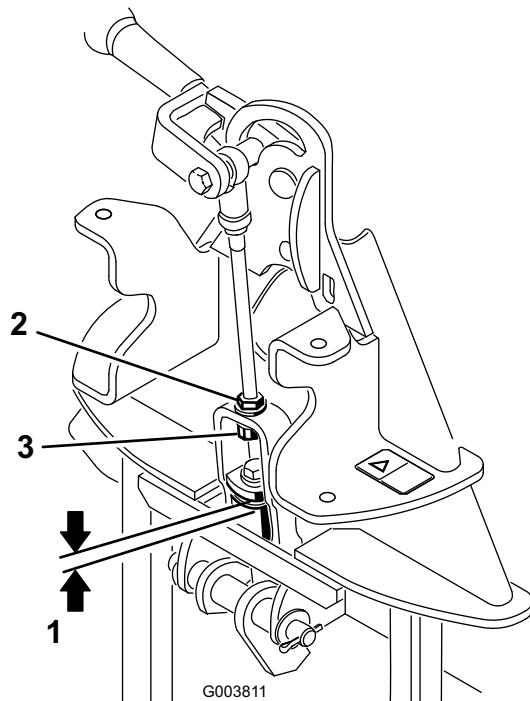

Figura 4
2. Misurare lo spazio tra la rondella superiore e il distanziale del gruppo di connessione sull'adattatore dell'attrezzo, come illustrato nella Figura 4.